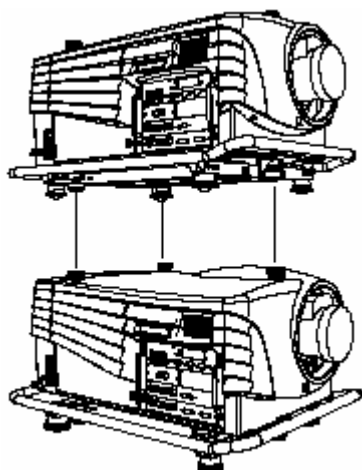

图 3-11 : 两台投影机叠加
1. 将第二台投影机放到第一台投影机上面的锁具上（见图 3-11）。